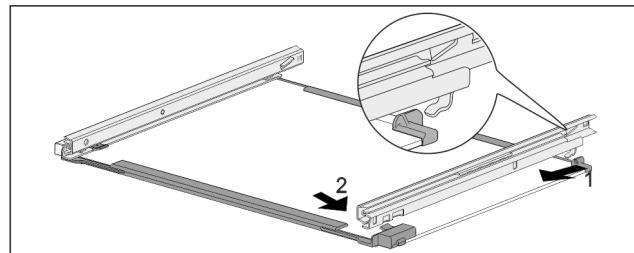

Fig. 82 Sklenená doska s koľajničkami
- Zaháknite koľajničku vzadu. Fig. 82 (1)
- Zaklapnite koľajničku vpred. Fig. 82 (2)